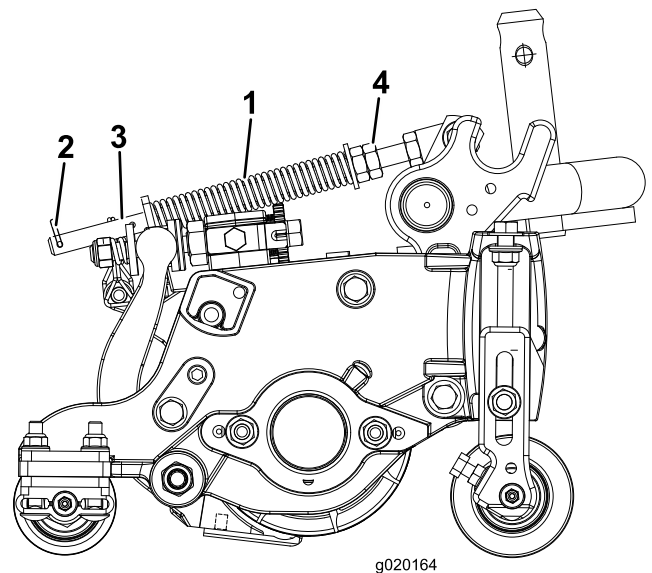

図 11
ターフ補正スプリング（図 11）は、前ローラから後ローラへと、カッティングユニットの体重移動を行います。（これによりユニットを安定させ、いわゆる「波打ったような」仕上がり（ボビングとかマーセリングといわれる現象）を防いでいます。
1. ヘアピンコッターがスプリングロッドの後の穴に差し込まれていることを必ず確認しおいてください（図 11）。
2. スプリングロッド前部の六角ナットを締めて、スプリング（圧縮状態）の長さが12.7 cm になるようにする（図 11）。